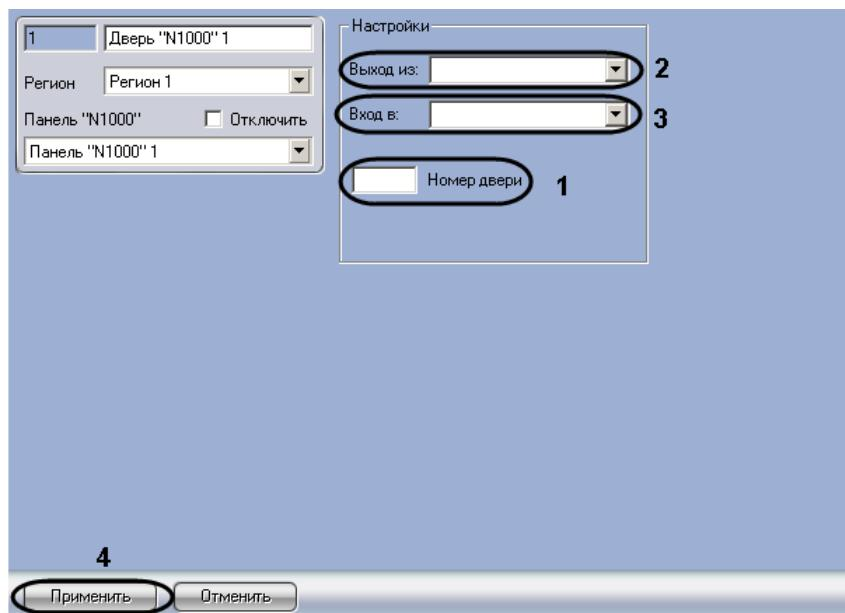

Рис. 3.4—2 Панель настроек объекта Дверь “N1000”
- В поле **Номер двери** ввести адрес точки доступа (см. Рис. 3.4—2, 1).
- Из раскрывающегося списка **Выход из:** выбрать объект **Раздел**, соответствующий территории, расположенной со стороны входа через считыватель (см. Рис. 3.4—2, 2).